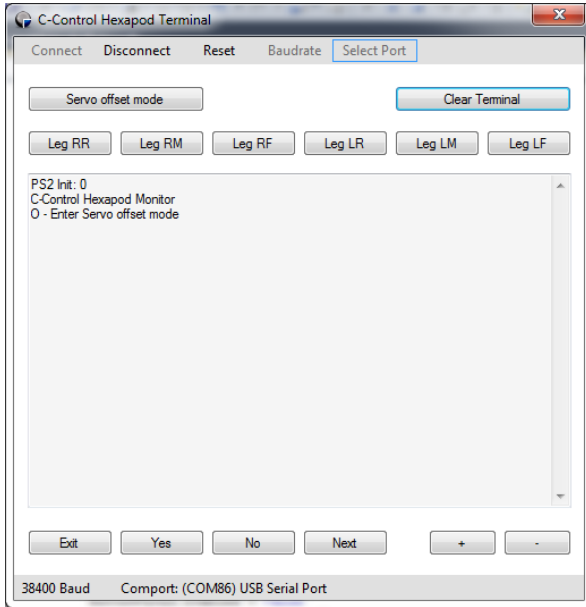

Bild 33
- Klicken Sie auf „Connect“. Der Roboter meldet im Terminalfenster, wie in Bild 33 gezeigt.